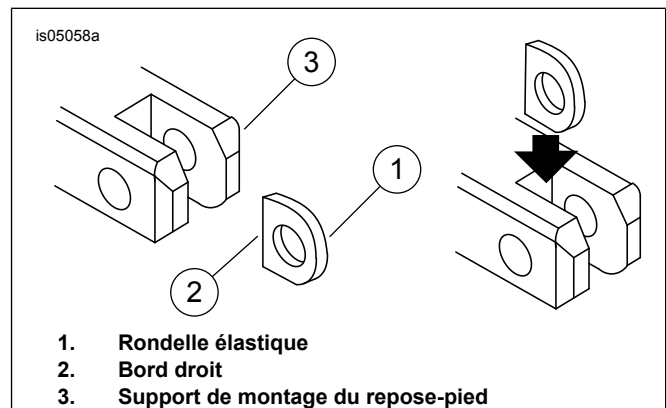

Figure 1. Installation de la rondelle à ressort
Consultez Figure 1 . Au moment d'installer le repose-pied au support de montage du repose-pied de la motocyclette, veiller à ce que la rondelle à ressort (1) soit positionnée à l'intérieur du support du repose-pied et que le bord carré soit orienté vers l'intérieur du support.